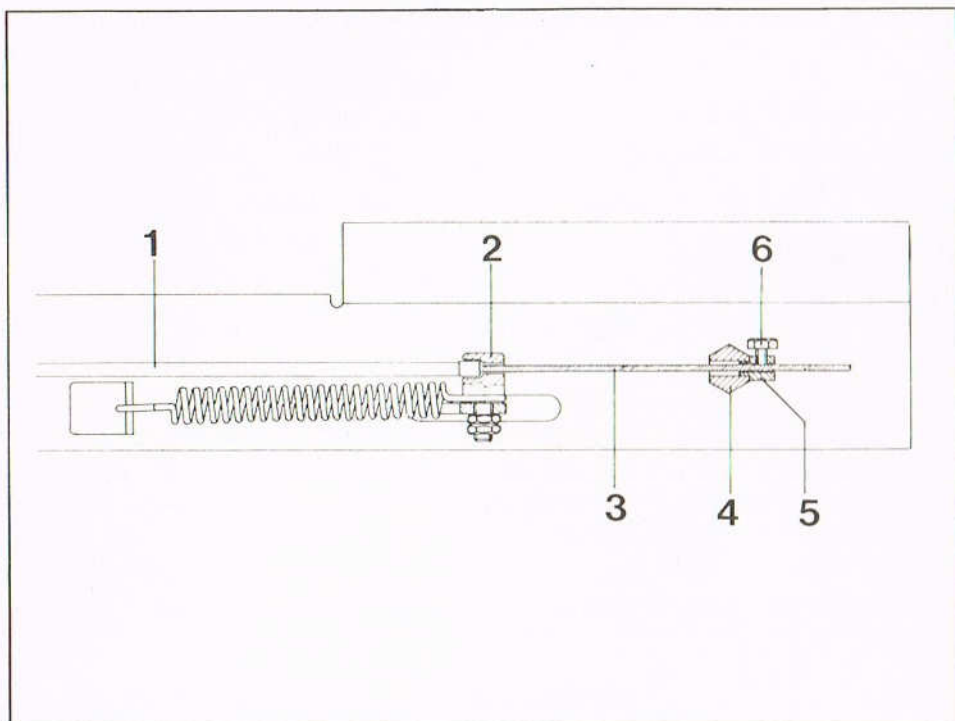

Fig. 7
Il cavo di comando è già collegato alla leva installata sulla stegola, occorre ora collegarlo alla leva tendicinghia nel modo seguente. (Vedere fig. 7)
- Infilare il cavo (1) nel supporto (2) sulla leva tendicinghia
- infilare il filo (3) nel supporto (4)
- fissare il filo (3) con il morsetto (5) tramite la vite (6)
*Control cable is already connected with the lever on handlebar, now have it connected to the belt-stretcher lever. Procedure to be followed (see fig. 7)*
- *insert the cable (1) into support (2) on belt-stretcher*
- *insert the cable (3) into support (4)*
- *secure the cable (3) by holdfast (5) through screw (6)*
*Le câble de commande est déjà relié au levier situé sur le mancheron, il faudra le raccorder au levier du tendeur de courroie comme indiqué (voir fig. 7)*
- *introduire le câble (1) dans le support (2) sur le levier du tendeur de courroie*
- *introduire le câble (3) dans le support (4)*
- *attacher le câble par l'étau (5) au moyen de la vis (6)*
*Das Steuerdrahtseil ist bereits am Hebel angeordneten am Sterze angeschlossen. Das Steuerdrahtseil muss noch wie folgt am Riemenspannerautrieb angeschlossen werden (siehe Bild 7)*
- *Einführung des Drahtseils (1) in den Stütze (2) am Hebel des Riemenspannerautriebs*
- *Einführung des Drahtseil (3) in den Stütze (4)*
- *Befestigung des Drahtseils (3) mit der Klammer (5) durch die Schraube*